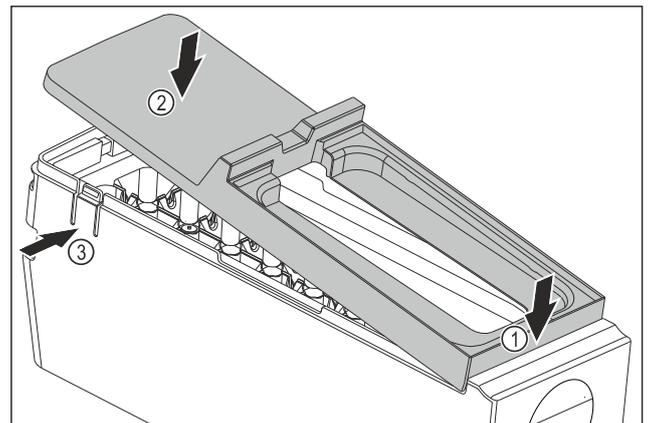

Fig. 81
- ▶ Montar la cubierta del EasyTwist-Ice: Colocar la cubierta por delante. Fig. 81 (1)
- ▶ Bajar la cubierta por detrás. Fig. 81 (2)
- ▶ La cubierta encaja en ambas lengüetas Fig. 81 (3) de forma audible.